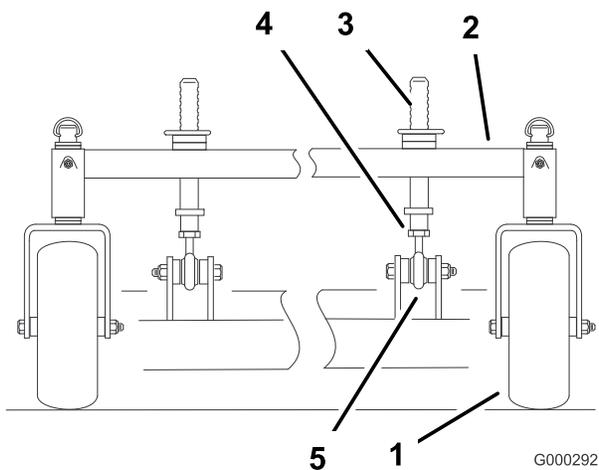

Figure 68
1. Vous pouvez régler les montants de hauteur de coupe avant pour modifier l'inclinaison avant/arrière (Figure 68).
2. Pour élever l'avant du tablier de coupe, desserrez le contre-écrou et tournez la goupille avant dans le sens horaire (Figure 68).
3. Pour abaisser l'avant du tablier de coupe, desserrez le contre-écrou et tournez la goupille avant dans le sens antihoraire (Figure 68)
7. Resserrez les écrous de blocage (Figure 68).